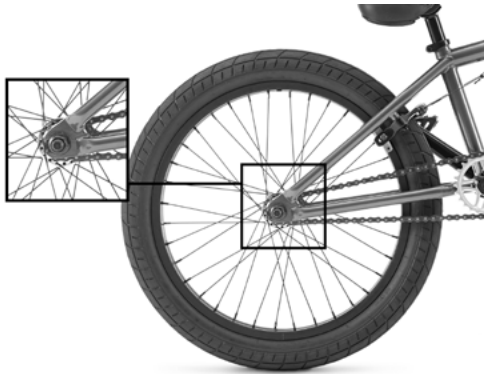

Abb. 1
1. Drehen Sie die linke und die rechte Radmutter am Hinterrad um einige Umdrehungen entgegen dem Uhrzeigersinn, um sie zu lösen, bis sich das Hinterrad verschieben lässt (vgl. Abb. 1).